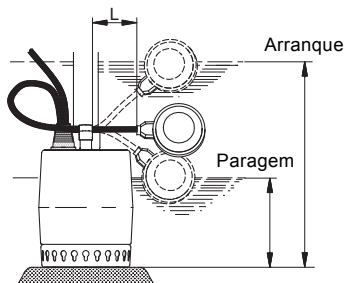

Fig. 6 Níveis de arranque/paragem, bomba Unilift KP-A
Para que o interruptor de nível possa proceder ao arranque e paragem da bomba, o cabo deve ter um comprimento livre (L) mínimo de 70 mm e máximo de 150 mm. Consulte a fig. 6.